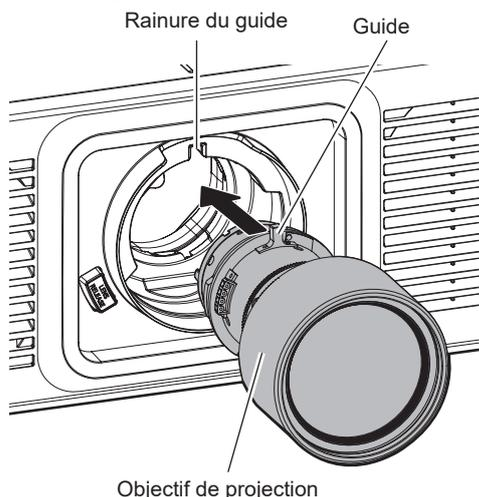

Fig.2
2) Alignez le guide de l'objectif de projection sur la rainure du guide du projecteur et insérez-le jusqu'au bout. (Fig. 2)